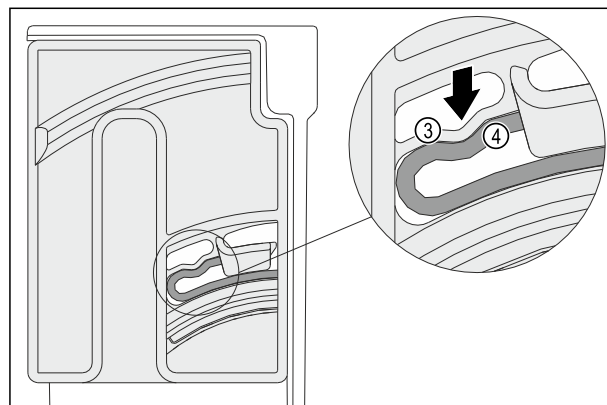

Fig. 101
- ▶ Эластичный элемент Fig. 101 (3) поворотного блока фиксируется с характерным звуком в углублении ребра Fig. 101 (4).